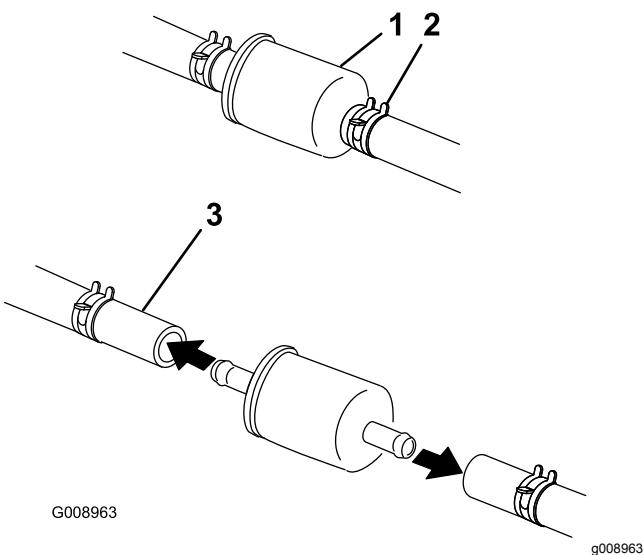

Bild 69
5. Tauschen Sie den Kraftstofffilter aus (Bild 69).